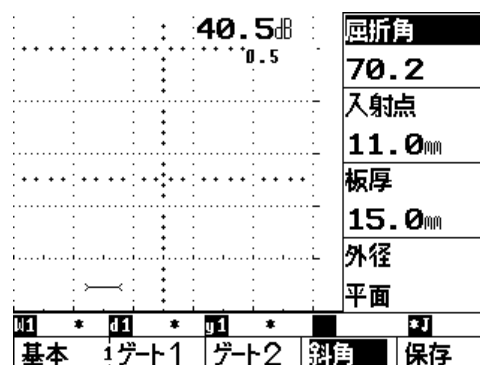

図11 斜角探傷条件の入力
- ①図11に示すように、斜角の表示のある下の **↑** キーを押すと、板厚、屈折角の入力を行うことができる。
- ②屈折角、入射点、板厚は、その表示されている右横の **←** キーを押し、右ダイヤルで変更ができる。
- ③屈折角を入力すると、探触子きず距離  $y$ 、きずの深さ  $d$  が表示される。